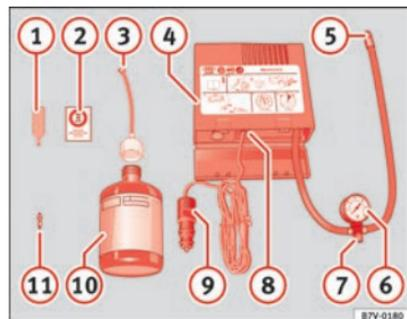

Fig. 178 Representación estándar: contenido del kit antipinchazos.
El kit antipinchazos se encuentra en el compartimento del maletero bajo el revestimiento del suelo. Incluye los siguientes componentes → fig. 178:
- Desenrosque el obús de válvula del neumático con el correspondiente útil → fig. 178 ① y colóquelo sobre una superficie limpia.
- Agite enérgicamente la botella de sellante de neumáticos → fig. 178 ⑩ durante unos segundos.
- Enrosque el tubo de inflado → fig. 178 ③ fijamente en la botella de sellante girándolo en el sentido de las agujas del reloj. El precinto de la boca de la botella se traspasa automáticamente.
- Retire el tapón del tubo de llenado → fig. 178 ③ y enrosque el extremo abierto del tubo en la válvula del neumático.
- Vuelva a enroscar el obús de válvula con el correspondiente útil → fig. 178 ① en la válvula del neumático.
- Enrosque fijamente el tubo de inflado del neumático ⇒ fig. 178 ⑤ del compresor en la válvula del neumático.
- Compruebe si el tornillo de evacuación de aire ⇒ fig. 178 ⑦ está cerrado.
- Acople el conector ⇒ fig. 178 ⑨ a una toma de corriente de 12 voltios del vehículo ⇒ página 137.
- Conecte el compresor de aire con el conmutador ON/OFF ⇒ fig. 178 ⑧.
Vuelva a enroscar el tubo de inflado ⇒ fig. 178 ⑤ y compruebe la presión en el manómetro ⑥.